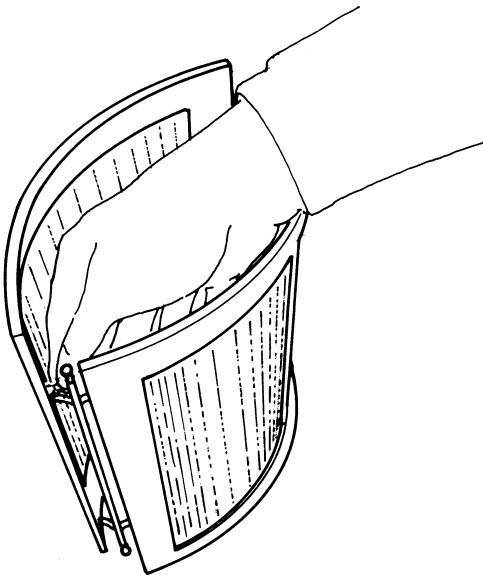

FIG. 2
- Separare la cornice dal supporto metallico svitando manualmente le sferette. (FIG. 2)